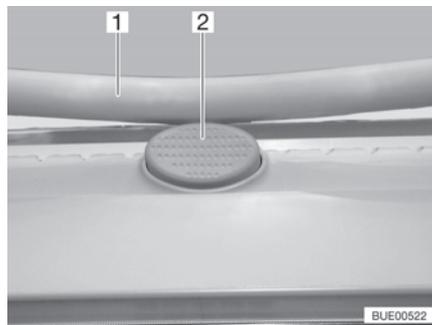

Fig. 20 Botón de seguridad (claraboya Heki)
- Pulsar el botón de seguridad (Fig. 20,2) y tirar el estribo (Fig. 20,1) hacia abajo con ambas manos.
- Presionar el estribo hacia arriba con ambas manos hasta que el estribo se encuentre encima del botón de seguridad (Fig. 20,2).